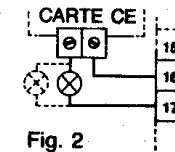

Fig. 2
3.C) Raccorder au bornier à deux pôles placé sur cette carte la ou les lampes de 220 V. (Fig. 2).